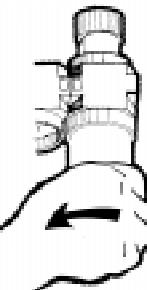

Fig. 2
5. Abasteça, até o nível máximo, com óleo ISO VG 10 (Fig. 2)
*Fill it up to the maximum level, with ISO VG 10 oil (Fig. 2)*